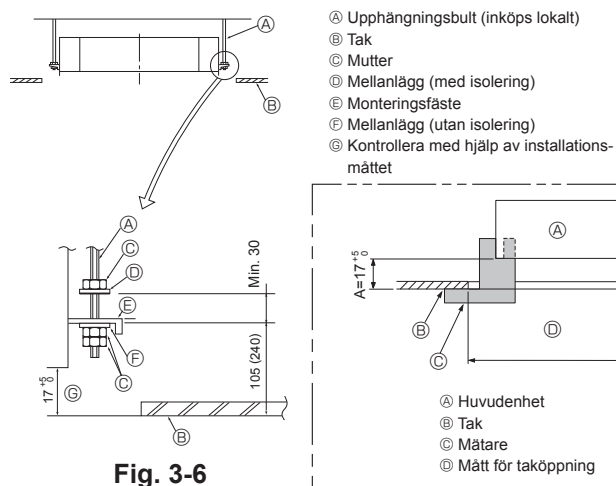

Fig. 3-6
3.6. Procedur för upphängning av enheten (Fig. 3-6)